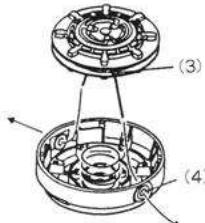

図20
いるナイロンコードを取り除きます。(図20)
⑤コードの先端をナイロンコードボーデーのナイロンコートガイド(4)の穴に通し、ナイロンコードリールをナイロンボーデーにセットします。セット位置はナイロンコードリール側板のコード引っ掛け部分(3)がコード出口に来る位置にします。(図20)